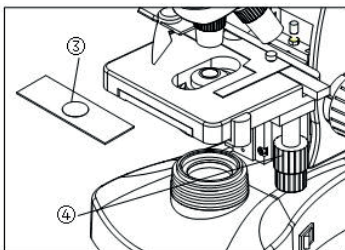

Fig.17
3.2.2 Encaje de la probeta (Fig.17)